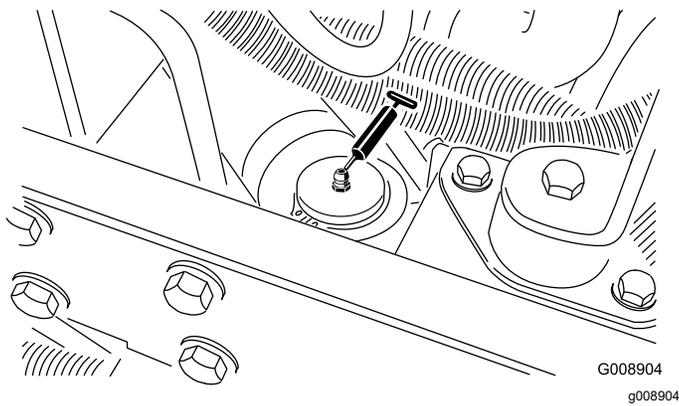

Figura 70
- Cilindro da direção (Figura 70).